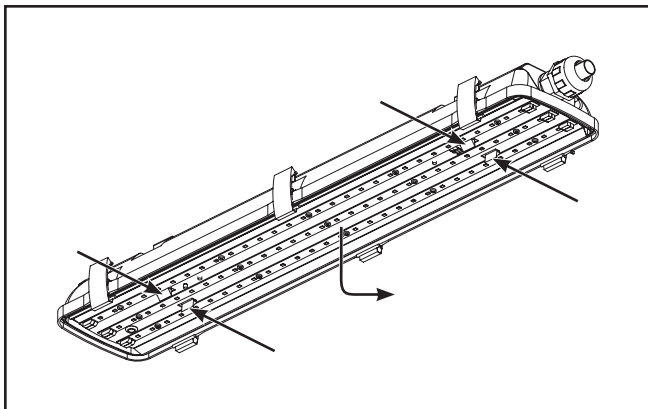

Figura 7.
8. Sin tocar las placas de LED, presione las presillas de la bandeja de engranajes hacia adentro y baje suavemente la bandeja de engranajes hasta que cuelgue de sus ataduras de instalación. (Figura 7)